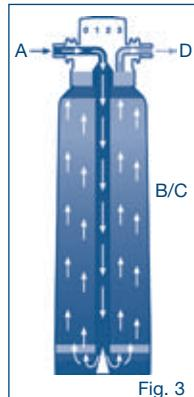

Fig. 3
L'acqua del rubinetto (A) scorre verso la cartuccia filtrante (Fig. 3). Nella sezione (B) le particelle vengono rimosse tramite un prefiltrato e grazie al carbone attivo vengono eliminati odori e sostanze sgradevoli, come ad esempio il cloro (C).
① NOTA